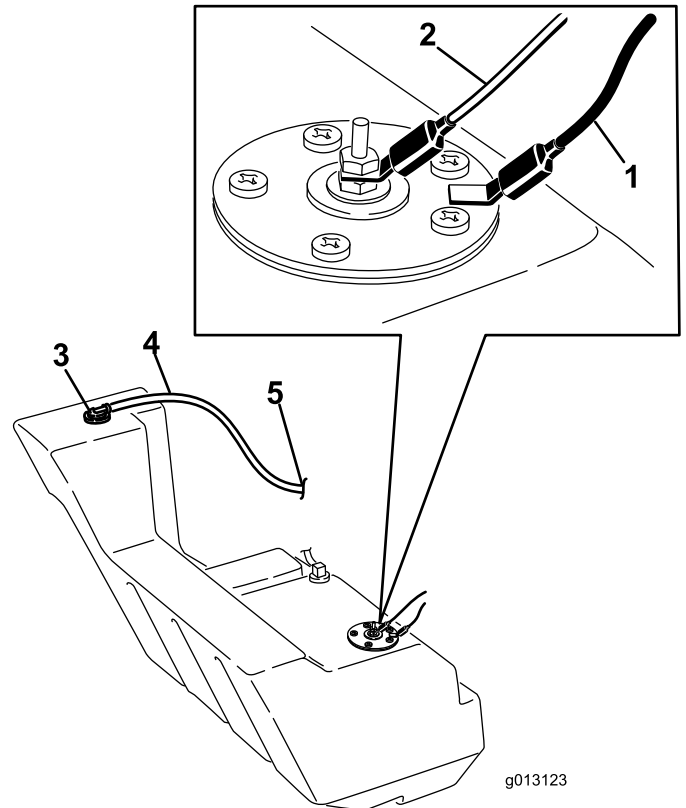

**Bild 65**
Öffnen Sie die Motorhaube und untersuchen Sie die Stellen unter dem Motor regelmäßig mit einer Taschenlampe. Führen Sie die folgenden Schritte aus, wenn die Schmutzschicht 2,5 bis 5 cm dick ist (siehe Bild 65 für diese Schritte):
5. Entfernen Sie die Schrauben, Scheiben und Sicherungsscheiben, mit denen die beiden seitlichen Gewichte befestigt sind und entfernen Sie die Gewichte (Bild 65).
8. Entfernen Sie die sechs Muttern und Schrauben; mit denen die hintere Abdeckung befestigt ist und nehmen Sie sie ab (Bild 65).
10. Schieben Sie den Kraftstofftank nach hinten (Bild 65).
17. Schieben Sie den Kraftstofftank halb durch in den Rahmen (**Bild 65**).
23. Setzen Sie die hintere Abdeckung wieder auf und befestigen sie mit den vorher entfernten sechs Schrauben und Muttern (**Bild 65**).
25. Befestigen Sie die Seitengewichte mit den vorher entfernten Schrauben, Scheiben und Sicherungsscheiben (**Bild 65**).